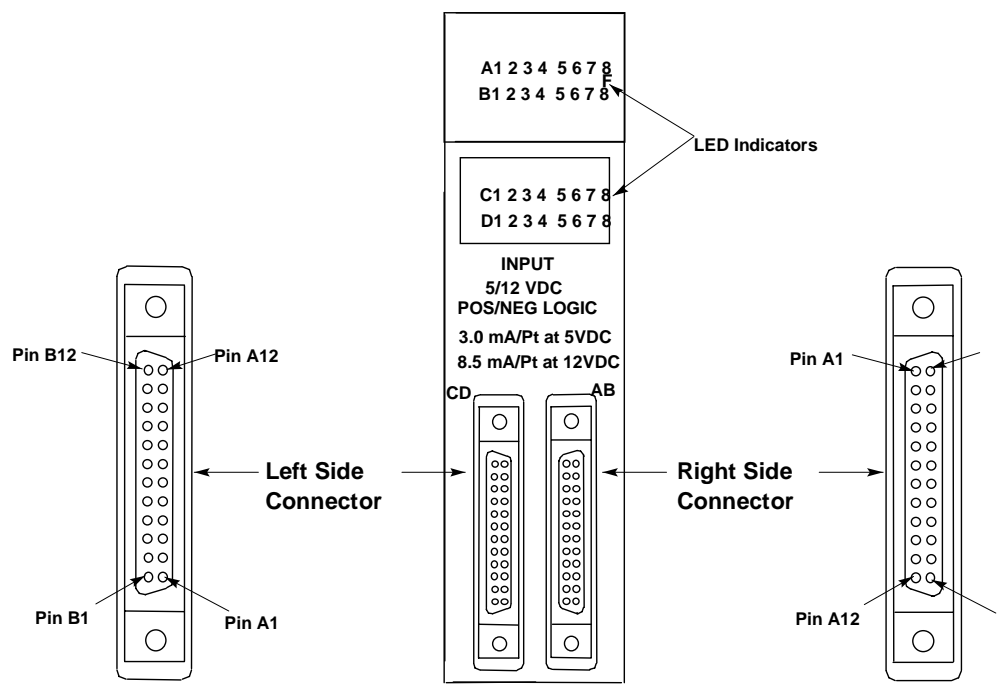

图 7-2 使用双连接器的 I/O 模板 (IC693MDL654) 示例
- 连接一对端子块快速连接 (TBQC) 端子块 (IC693ACC337) 使用一对 GE Fanuc 电缆。电缆有三种长度的: 20” (0.5 米), 3 英尺 (1 米), 6 英尺 (2 米), 这个电缆有右插手和左插手类型, 因为模板上的连接器导向不同 (看图 7-2), 电缆和端子块的详细说明请参看附录 J.